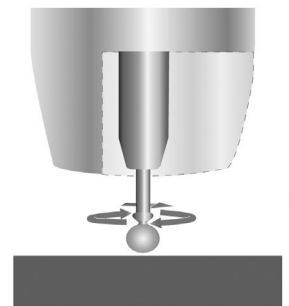

Fig. 15
3. Le flux de courant crée un champ magnétique qui commence à pincer le fil en fusion afin de produire une gouttelette (fig. 15).